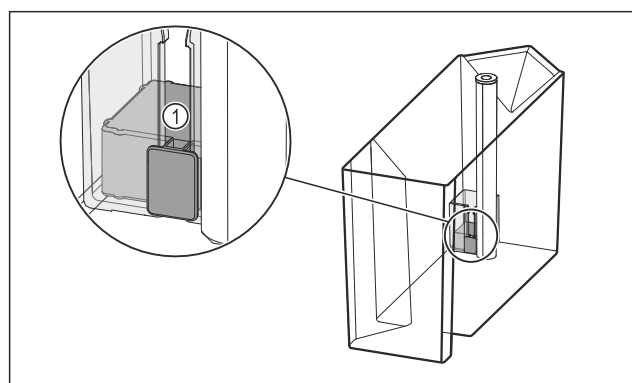

Fig. 165
- ▶ Provjerite je li plovak Fig. 165 (1) zaglavljn.